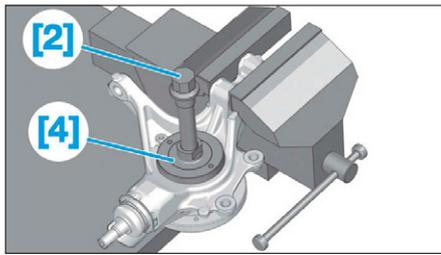

FIG. 39
- Positionner les outils [4] et [2] (Fig.39).